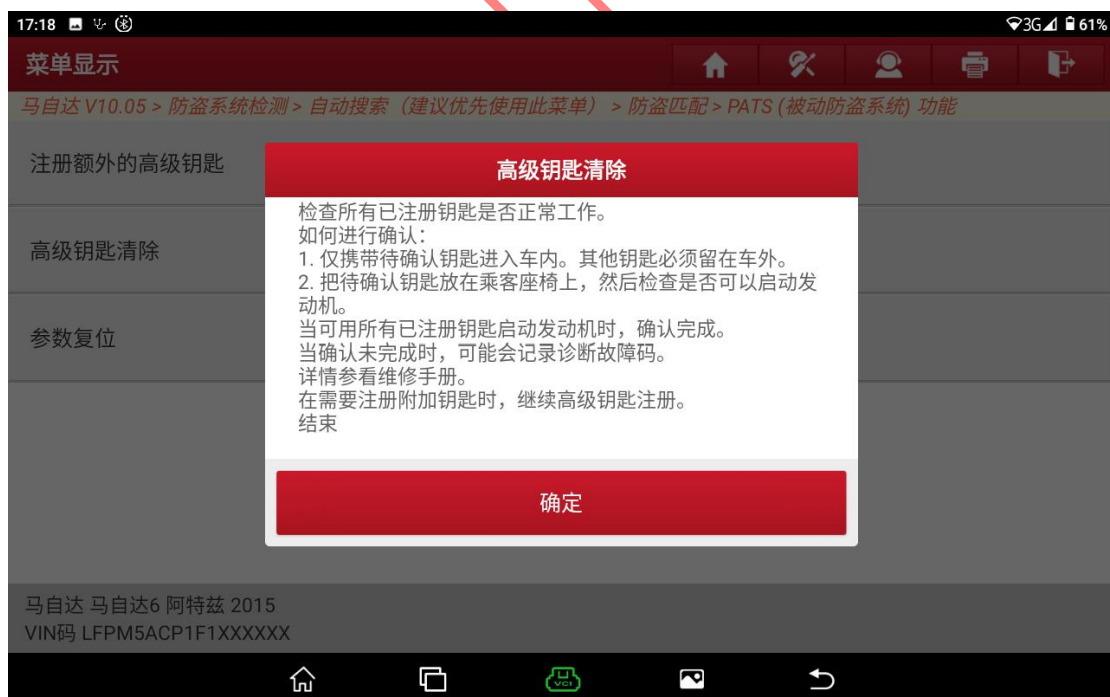

图 26
24. 提示对注册钥匙进行检查，其他钥匙不要带进车内 (图 26)